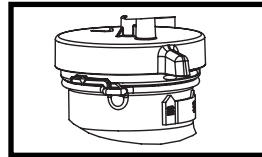

Figura 4
2. Gire el indicador de la tapa hacia la posición de encendido "ON" para aplicar el jabón (Figura 4).